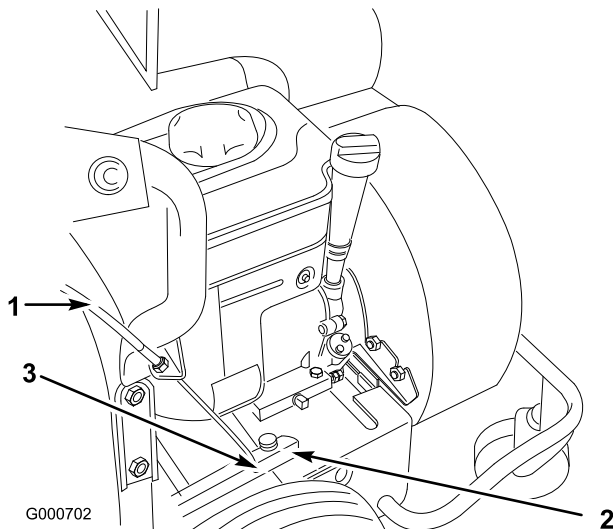

Figura 5
5. Agganciate la parte inferiore (estremità a sfera) del cavo di comando della trasmissione nell'intaglio a U del braccio previsto sul carter della trasmissione (Figura 5).
6. Ancorate la sfera nell'intaglio a U utilizzando un bullone (10-32) e un dado (10-32) (Figura 5).